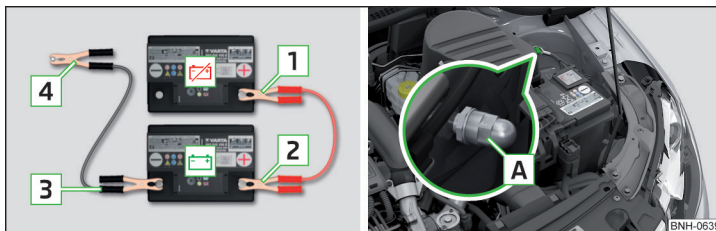

Fig. 244 Ayuda de arranque:  - batería descargada,  - batería que suministra corriente / punto de masa del motor en el sistema START-STOP
- En vehículos **con** el sistema START-STOP, fijar el borne **4** en el punto de masa del motor **A** » fig. 244.